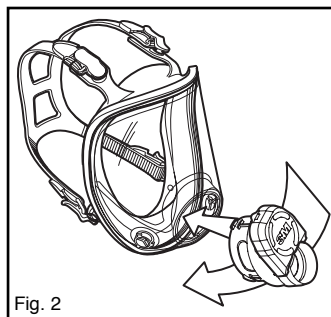

Fig. 2
Deslice el adaptador dentro del Puerto del visor. (Fig. 2)
4. Vuelva a colocar el adaptador central en el visor de la pieza facial. (Fig. 2)